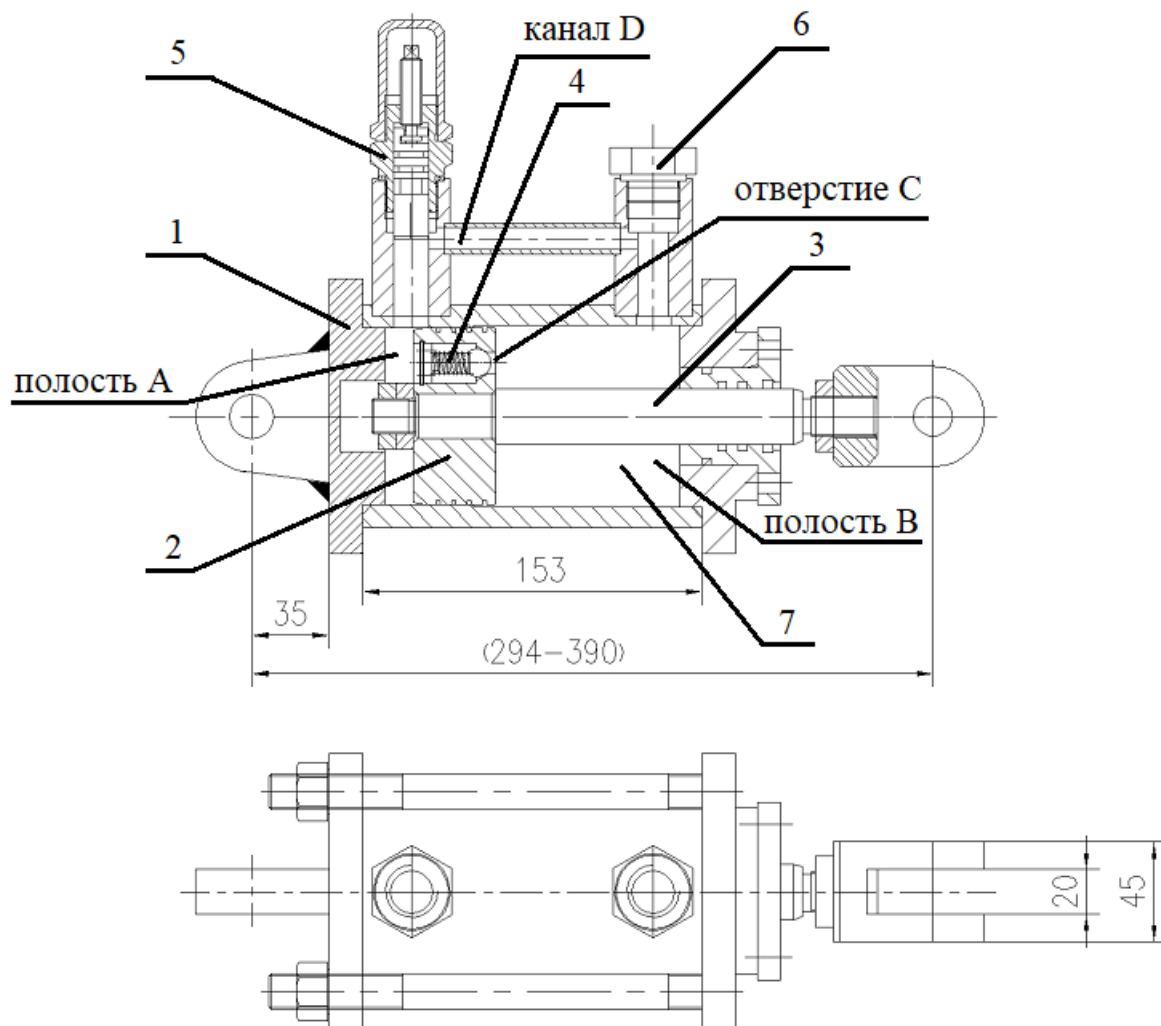

Рисунок 4. Устройство гидравлического демпфера клапана DN200-2000 PN10, PN16
1.3.4. Основные элементы конструкции гидравлического демпфера показаны на рис.4, в качестве рабочей жидкости используется гидравлическое масло 32 или 46, кинематической вязкостью 32 мм²/с или 46 мм²/с соответственно. Объем масла составляет 250-300 мл, заливать масло следует выкрутив пробку 6, когда диск клапана полностью закрыт, по завершении установить пробку 6 обратно (рис.4).
1.3.5. Принцип действия демпфера – под действием внешней силы поршень 2 совершает возвратно-поступательное движение. Когда клапан открывается, шток 3 выходит из цилиндра 1, масло 7 давит на шарик с пружиной 4 и открывает отверстие «С», далее масло 7 перетекает из полости «В» в полость «А», при этом демпфирования не происходит. Когда клапан закрывается, шток 3 входит в цилиндр 1, масло 7 давит на шарик с пружиной 4, прижимает шарик к седлу и закрывает отверстие «С», затем масло 7 по каналу «D» через дроссельную заслонку 5 перетекает из полости «А» в полость «В», данный процесс сопровождается демпфированием (рис.4).
1.3.6. Допускается производить регулирование демпфирования, путем изменения проходного сечения канала «D» за счет вращения дроссельной заслонки 5. Вращением дроссельной заслонки 5 по часовой стрелке уменьшается проходное сечение канала «D», увеличивается эффект демпфирования и снижается скорость закрытия клапана, при вращении дроссельной заслонки 5 против часовой стрелки – происходят обратные процессы (рис.4).